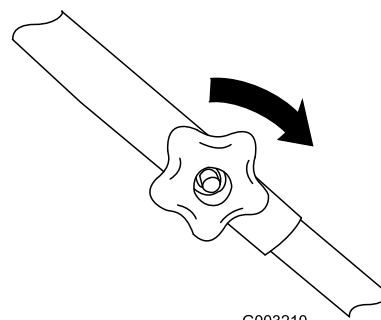

Figure 4
3. Montez les boulons et les boutons de la partie supérieure du guidon, les boutons à l'extérieur, et serrez les boutons au maximum (Figure 4).